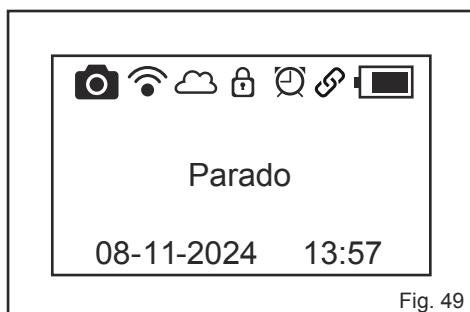
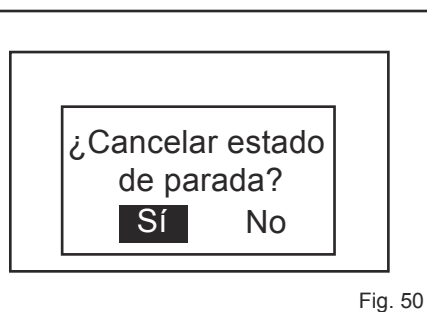

Fig. 49
Fig. 50
- Para detener el cortacésped manualmente durante el funcionamiento, pulse el botón STOP. La pantalla LCD mostrará lo siguiente (Fig. 49). Para recuperar el cortacésped del estado de parada, pulse cualquier botón y, a continuación, pulse el dial para confirmar (Fig. 50).
NOTA: Cuando el cortacésped se está cargando en la estación base, pulse el botón STOP, el panel LCD mostrará lo indicado en la Fig. 49. El cortacésped no volverá a funcionar una vez finalizada la carga.